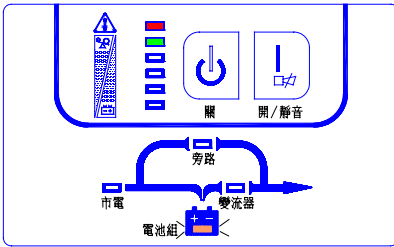

FIG3.3-13 CHARGER WEAK
(1)CHARGER WEAK:燈號顯示如下FIG3.3-13: